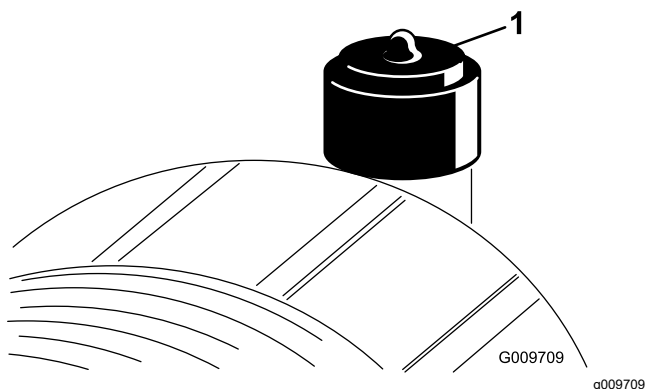

Figure 52
Faites l'entretien du filtre à air uniquement quand l'indicateur de colmatage (Figure 52) indique que cela est nécessaire. Changer le filtre à air prématurément ne fait qu'accroître le risque de contamination du moteur par des impuretés quand le filtre est déposé.
8. Réarmez l'indicateur de colmatage (Figure 52) s'il est rouge.